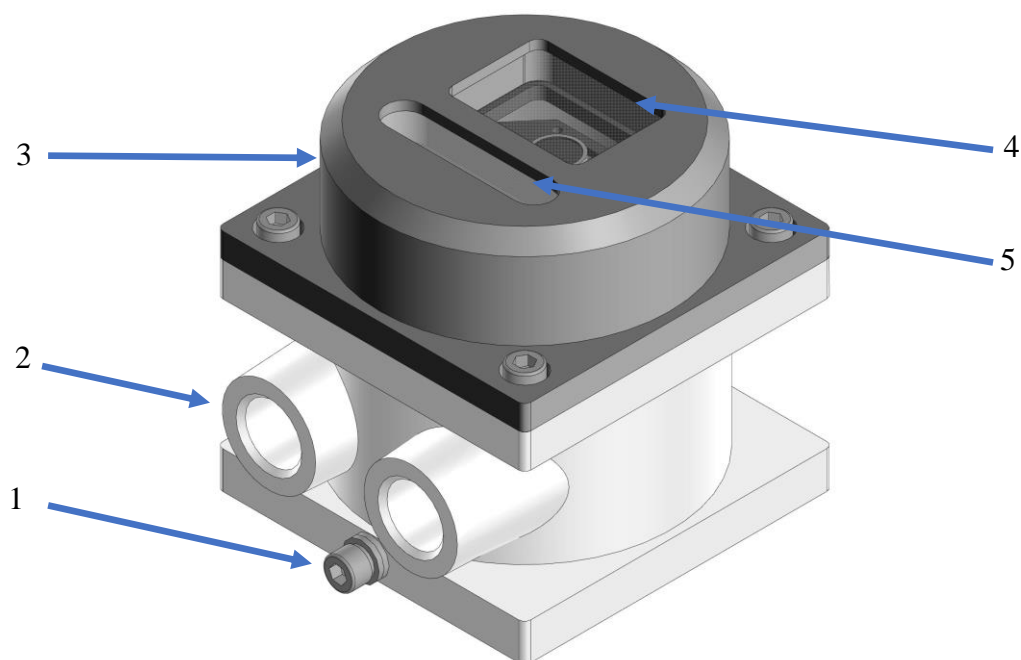

Рисунок 1 – Внешний вид видеокамеры АйТек ПРО А5-Exd
- Открутить винт крепежно-юстировочного устройства и отсоединить от видеокамеры, рис. 1;